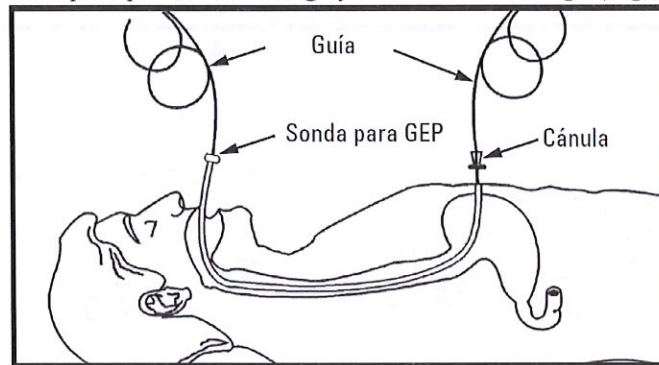

Figura 11
- Es necesaria una tensión firme en ambos extremos de la guía a fin de conseguir que la sonda para GEP pase por la bucofaringe y entre en el estómago (Figura 11).